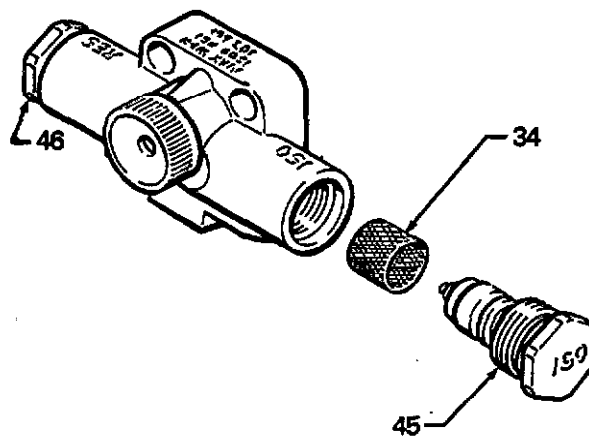

Fig 18
9. Desmontar y limpiar los cuerpos de mariposa (45 y 46) y los filtros (34) en el solvente. Ver Fig. 18.